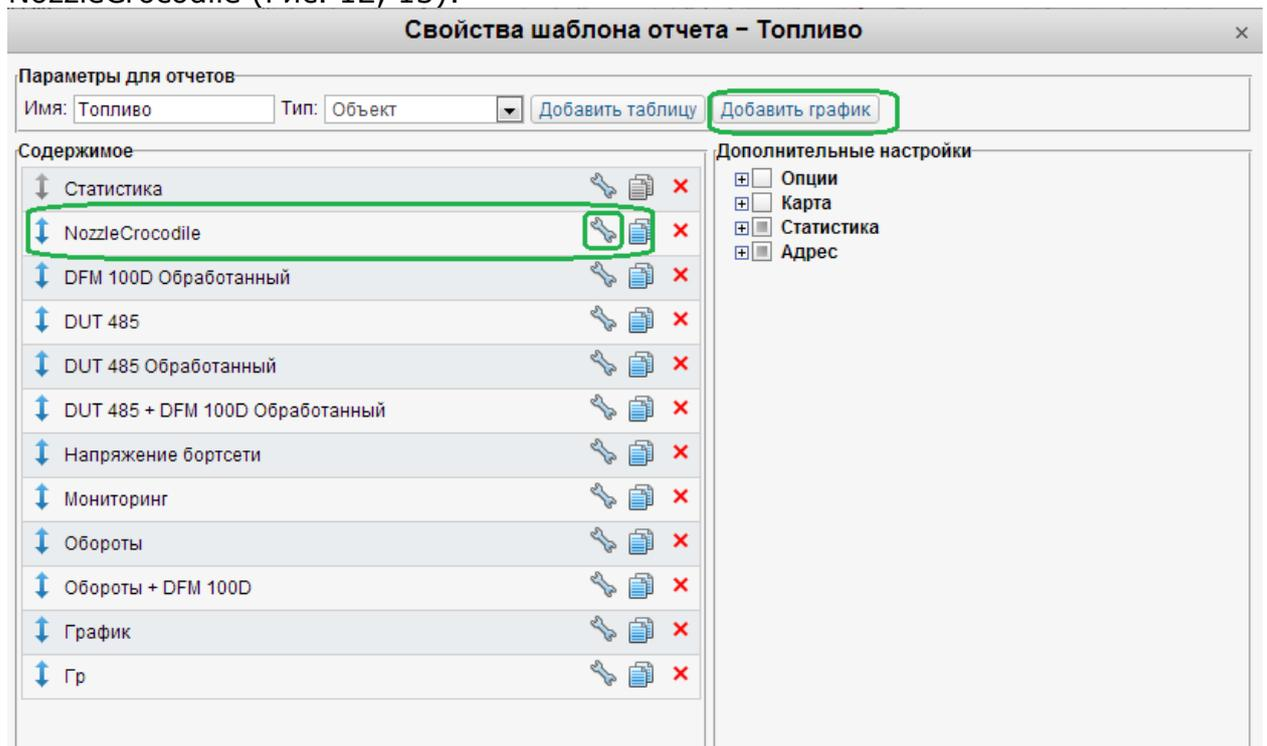

Рисунок 12
2.2.8. Перейти на вкладку – Добавить график и настроить график для NozzleCrocodile (Рис. 12, 13):